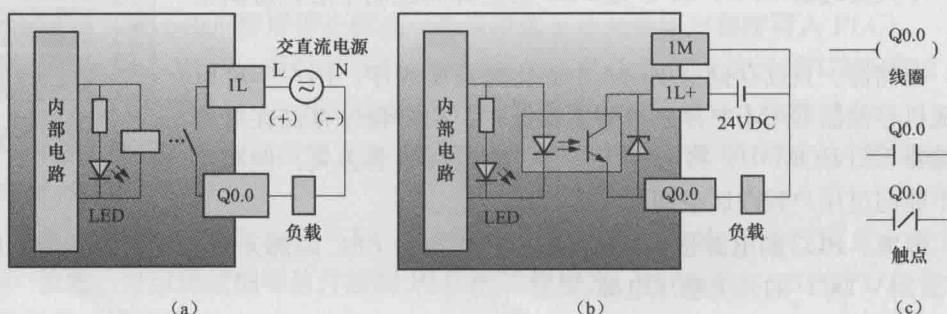

图 1-4 输出继电器电路与符号
(6) 输出继电器。S7-200系列PLC输出继电器有继电器和晶体管两种类型，在图1-4中以输出继电器Q0.0为例说明。
1) 继电器输出类型。继电器输出类型的接线如图1-4(a)所示，每位输出继电器有1
2) 晶体管输出类型。晶体管输出类型的接线如图 1-4 (b) 所示，其 1L+ 端接直流电源正极，1M 端接直流电源负极，晶体管输出电流方向为从 Q0.0 端流出，从 1L+ 端流入。晶体管作为直流电子开关可以输出高速脉冲信号，如用作控制步进电动机的信号等。当晶体管输出端导通时，输出指示灯 LED 亮。
在用户程序中则把输出继电器端口电路等效为输出继电器，如图 1-4 (c) 所示。在用户程序中，输出继电器除线圈外，也有动合和动断两种触点，并且触点的数量是无限的。